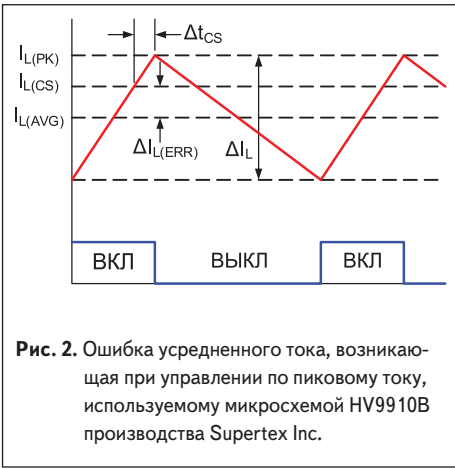

Рис. 2. Ошибка усредненного тока, возникающая при управлении по пиковому току, используемому микросхемой HV9910B производства Supertex Inc.
Проблемы возникают в связи с разницей между пиковым и средним значениями тока, зависящей от величины пульсации тока индуктора и задержки срабатывания компаратора обратной связи (рис. 2).
В этой формуле V_0 — напряжение на светодиодах, t_{OFF} — продолжительность выключенного состояния выхода GATE микросхемы HV9910B (см. нижнюю эпюру на рис. 2), а L — величина индуктивности. Следует заметить, что все параметры в правой части уравнения (1) могут иметь разброс от одной детали (катушки индуктивности, светодиода или микросхемы HV9910B) к другой и зависеть от рабочей температуры.